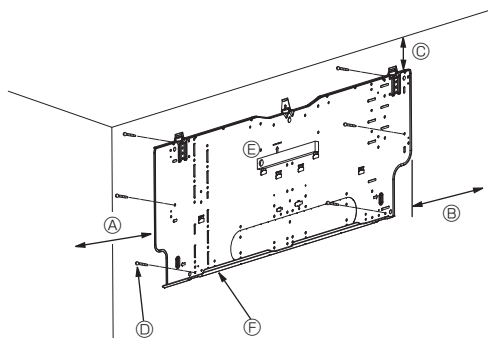

Fig. 3-4
■ PKFY-WL·NKMU-E (Fig. 3-4)
- D Vis de fixation (4 × 25) ②
- F Plaque d'installation ①